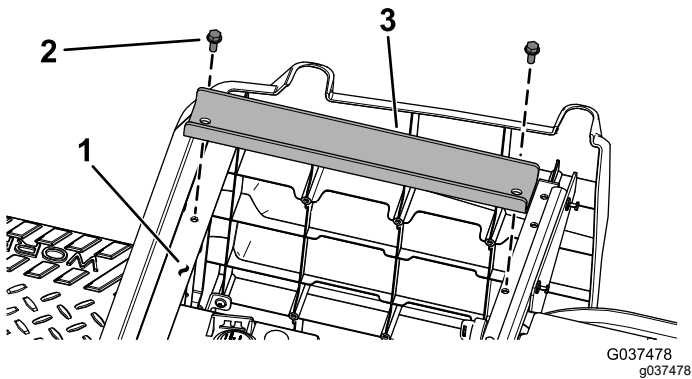

Figure 7
3. Fixez les 2 supports du plateau aux supports du siège à l'aide de 4 vis autotaraudeuses (5/16" x 3/4"), comme montré à la Figure 7.